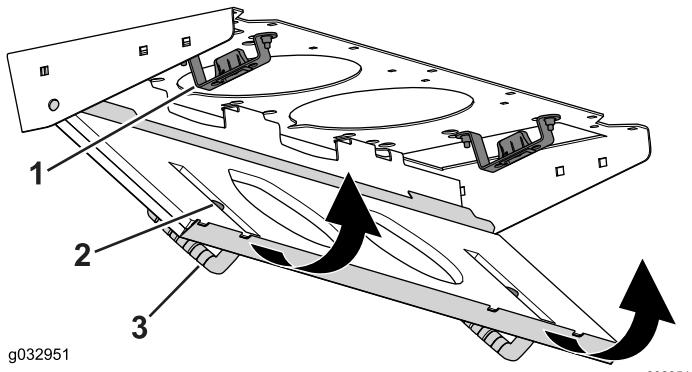

Figura 147
4. Gire la rejilla del filtro sobre las pestañas hasta que el resbalón se bloquee en el cerradero (Figura 147).